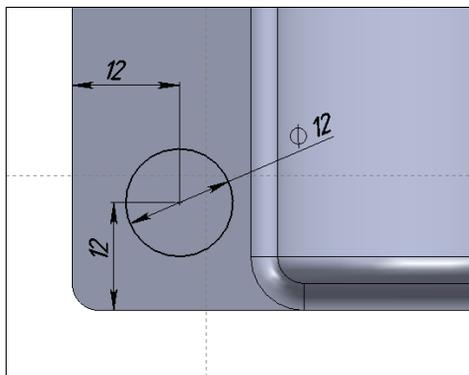

Рис. 2.138
8. Построим четыре гладких отверстия на бурте корпуса. Для этого отметим плоскость бурта и нарисуем эскиз отверстия (рис. 2.138).